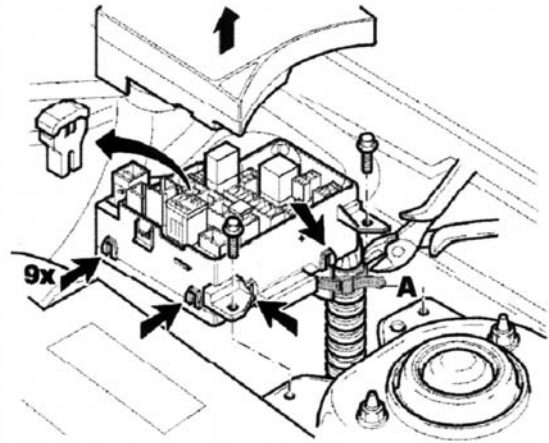

Figure 2
- ouvrir la boîte à fusibles et enlever le fusible 50A pour le système ABS (figure 2),
- desserrer les 2 vis de retenue et soulever au maximum la boîte à fusibles, enlever le cache inférieur, déposer le câble rouge du fusible ABS et le couper le plus loin possible de l'isolation (figure 2),